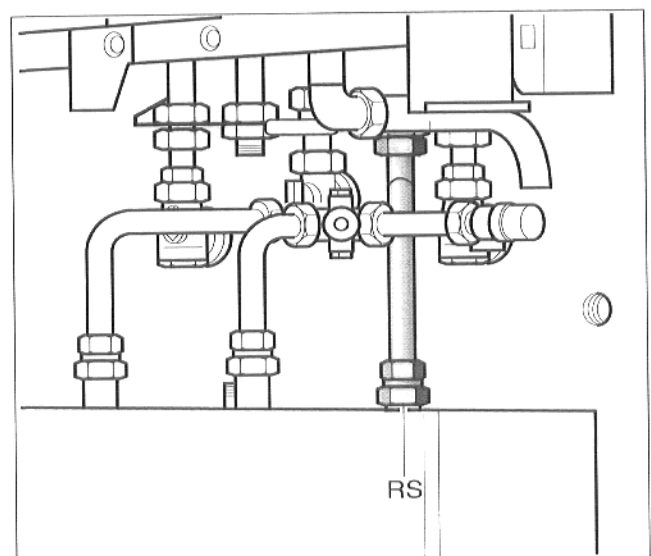

Abb. 9 Verbindungsrohr Speicherrücklauf
- Klemmringverschraubung mit der Flachdichtung an den Speicherrücklauf (RS) anschrauben.
- Verbindungsrohr zwischen Speicher und Gas-Umlaufwasserheizer montieren (Auf Flachdichtung und Klemmring achten! Abb. 9).